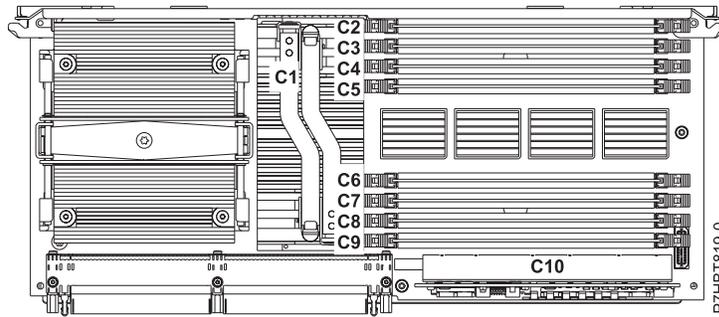

Figura 1. Ubicaciones de las ranuras para módulos de memoria en el procesador
9. Determine las ranuras en las que se colocarán los módulos de memoria. Cada conjunto del procesador del sistema tiene ocho ranuras para módulos de memoria. Consulte la Tabla 1 en la página 3 para asegurar el equilibrado de los módulos de memoria en cada conjunto del procesador. Conecte los módulos de memoria en las ranuras que aparecen en la tabla. Para conocer las ubicaciones de las ranuras para módulos de memoria en el conjunto del procesador del sistema, consulte la Figura 1 en la página 4.